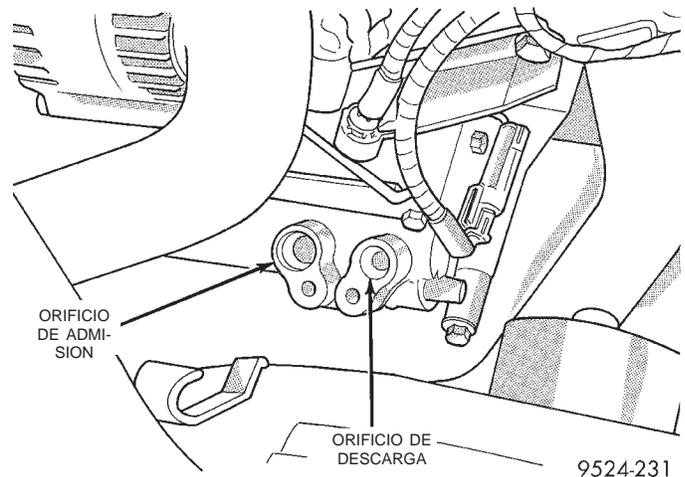
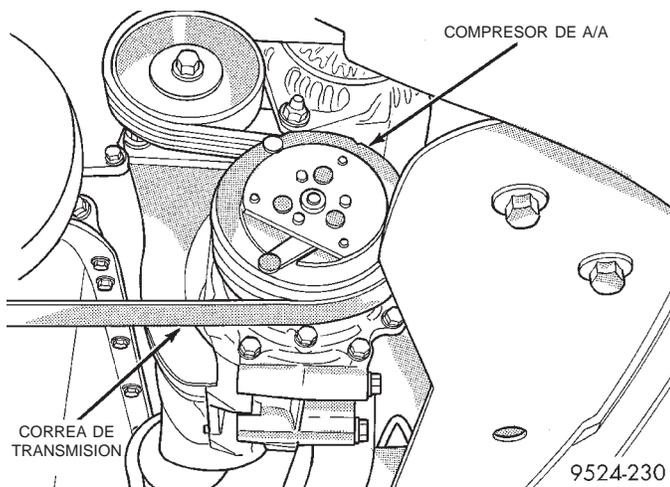

Fig. 16 Conductos de A/A
Fig. 15 Correa de transmisión
- (2) Afloje y retire la correa de transmisión (Fig. 15). Consulte el grupo 7, Refrigeración del motor.
- (3) Desconecte el cable del embrague del compresor.
- (4) Recupere el sistema de refrigerante con la unidad de recuperación R-134a.
- (5) Retire los conductos del refrigerante del compresor (Fig. 16).